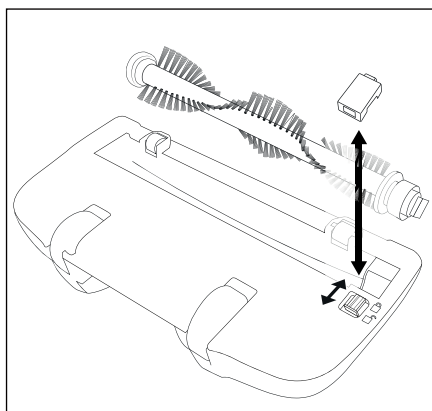

Fig. 5
- Glissez le verrouillage sur le cache en direction de l'icône et retirez le cache (fig. 5).
- Remettez le cache en place et verrouillez-le jusqu'à ce qu'il s'enclenche. Le cache s'enclenche lorsque le verrouillage glisse automatiquement en direction (fig. 5).